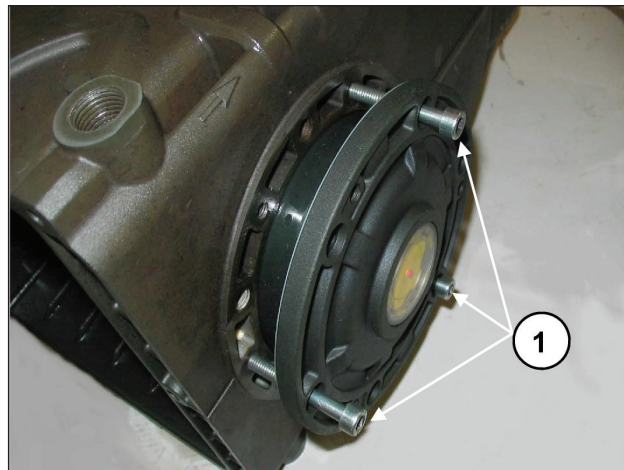

Fig. 8
Para facilitar la introducción del primer tramo y de la correspondiente introducción de las tapas sobre el cárter, se recomienda utilizar Nº 3 tornillos M6 x 40 parcialmente roscados, (Fig. 8, pos. ①) para después completar la operación con los tornillos incluidos en la dotación (M6x16).